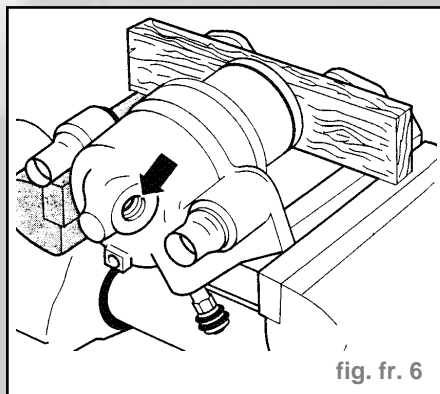

fig. fr. 6
- Extraire le piston au moyen d'une soufflette à air comprimé (placer une planche de bois dans le logement afin de ne pas endommager le piston) (fig. fr. 6).